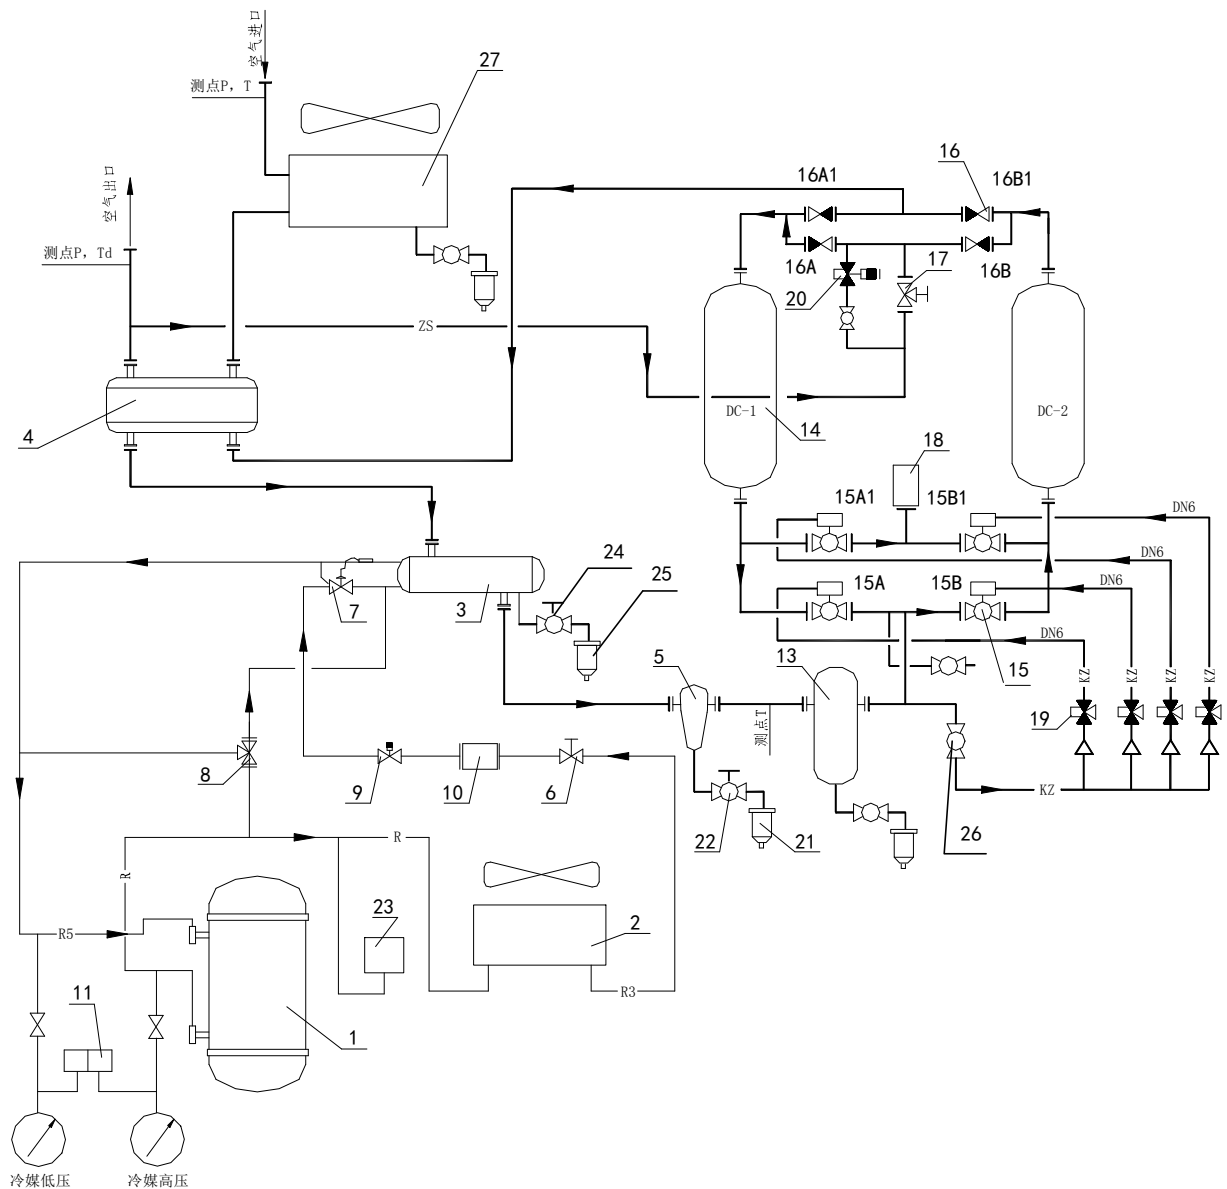

图 2 风冷式 RSC 型组合式干燥机流程图
风冷式 RSC 型组合式干燥机工艺流程图见图 2。
图 2 中：1 制冷压缩机 2 冷凝器 3 蒸发器 4 预冷器 5 旋风分离器 6 截止阀 7 热力膨胀阀 8 热气旁通阀 9 电磁阀 10 干燥过滤器 11 高低压控制器 12 水量调节阀 13 过滤器 14 吸附塔 15 切换阀 16 对夹式止回阀 17 节流阀 18 消声器 19 二位五通（或二位三通）电磁阀 20 充压电磁阀 21、25 自动排水装置 22、24 手动球阀 23 风扇控制器 26 气动阀门控制气源切断阀 27 前置冷却器
- 8) 图 1 和图 2 适用于一般进口温度干燥机流程，机型不同，配备各有差别，详细请参照实物。